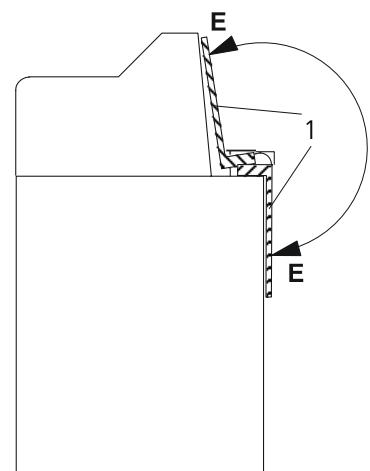

Fig. 22 Positions autorisées pour le diffuseur sur l'embout prismatique
S'assurer avant d'approcher la lampe à fente du patient de ce que le diffuseur (1, Fig. 22) se trouve bien dans une de ces deux positions extrêmes (E) afin de ne pas risquer de blesser l'oeil.